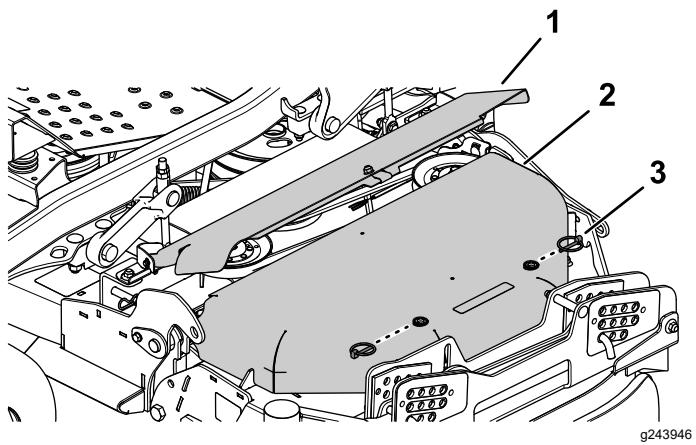

Figura 58
4. Retire los 2 pasadores de seguridad de la cubierta exterior de la correa y retire la cubierta exterior (Figura 58).
5. Gire hacia arriba la cubierta interior de la correa (Figura 58).